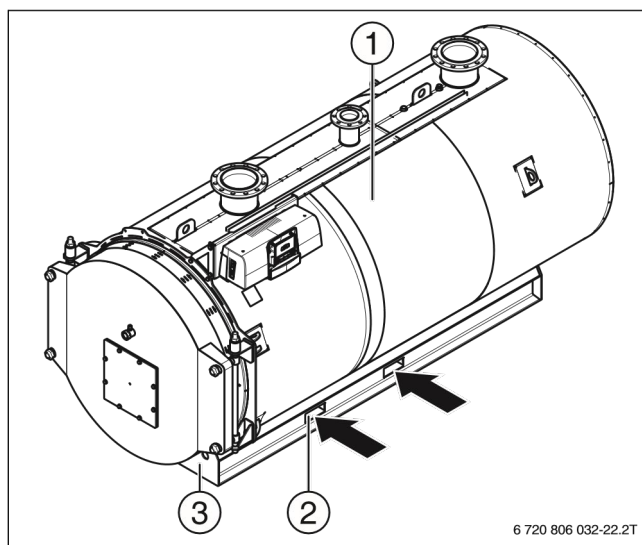

Рисунок 7 Транспортировка котла вилочным погрузчиком
- ▶ Отверстия для транспортировки вилочным погрузчиком (→Рисунок 7, [2]).